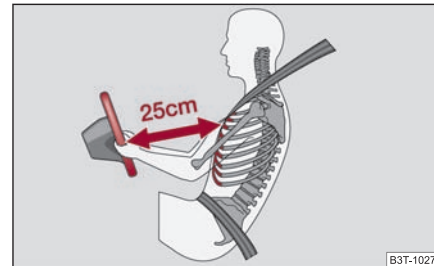

Fig. 4 Distanța corectă a conducătorului față de volan
- Reglați astfel scaunul conducătorul auto încât distanța dintre volan și torace să fie de cel puțin 25 cm ⇒ pagina 11, fig. 4. Dacă nu se respectă această distanță, sistemul airbag nu își poate exercita eficiența maximă – Pericol!